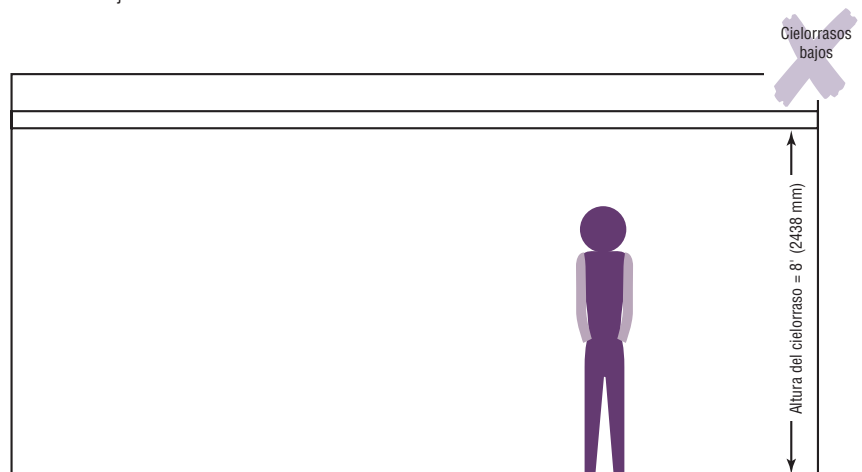

FIGURA 22
- Si la losa del cielorraso estructural está a menos de 10' (3048 mm) del piso (figura 22), deberá empezar a buscar un nuevo espacio. Los cielorrasos tan bajos hacen que la difusión correcta y el conjunto resultante sean imposibles de lograr.